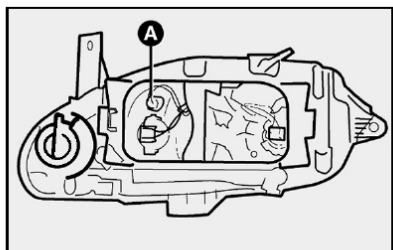

fig. 31
2) retirar o porta-lâmpada **A-fig. 31** girando-o no sentido anti-horário;